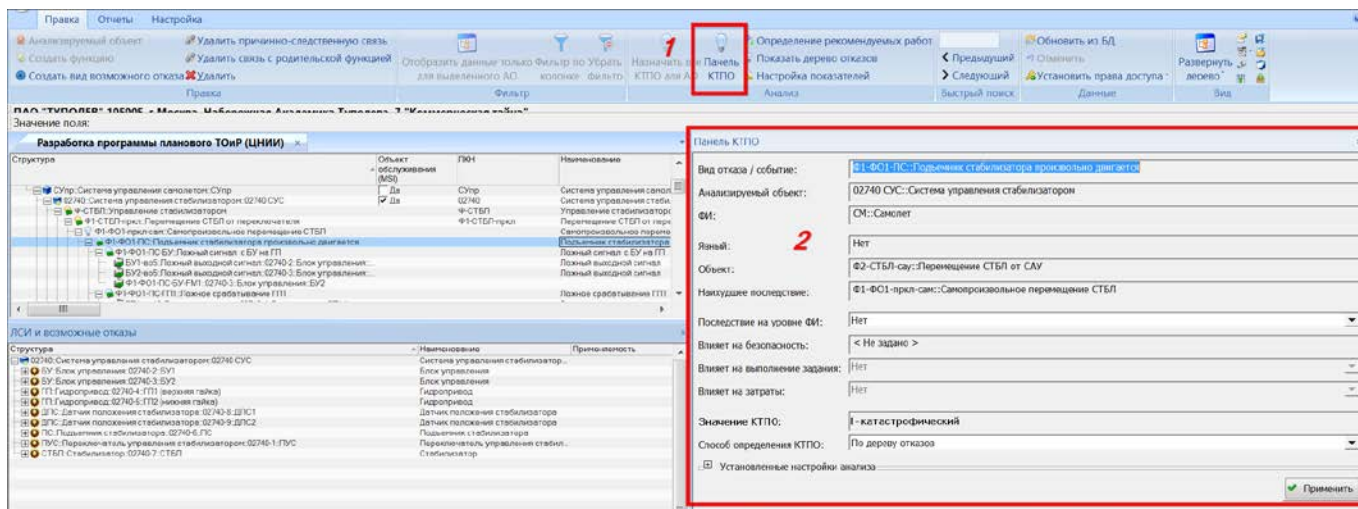

Рис. 11-130 – Связанное окно «Панель КТПО»
- 4) В результате откроется связанное окно «Панель КТПО» для выбранного вида отказа (рис. 11-130).